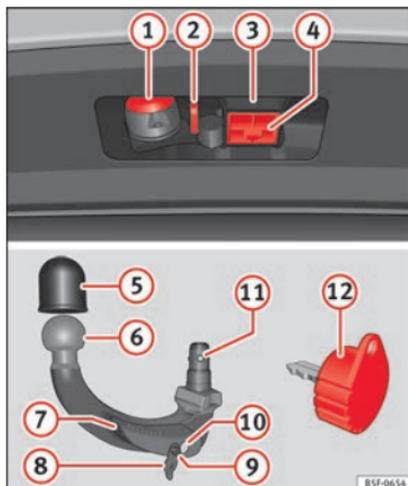

Abb. 232 Halterung der Anhängervorrichtung / abnehmbarer Kugelkopf / Schlüssel
Legende zu » Abb. 232
- Den Verschlussdeckel der Hakenaufnahme **④** » Abb. 232 nach unten abnehmen.
- Setzen Sie den Verschlussdeckel ④ » Abb. 232 auf seine Aufnahme.